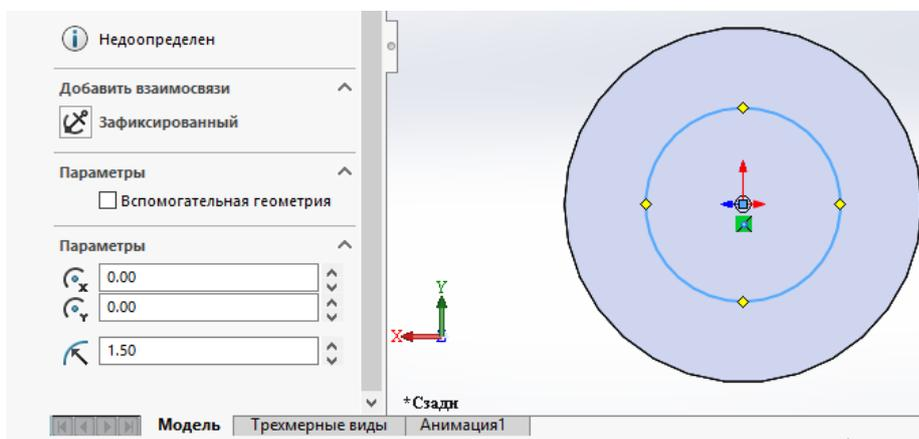

Рисунок 9 – создание окружности на задней грани
11. Начертить окружность из центра радиусом  $R=1.5$  мм. Рисунок 9.